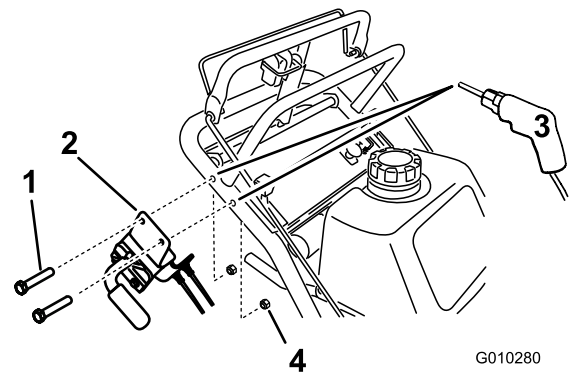

Figure 6
3. Montez l'ensemble poignée sur la machine avec 2 boulons (1/4 x 1-3/4 po) et 2 contre-écrous (1/4 pouce) (Figure 6).